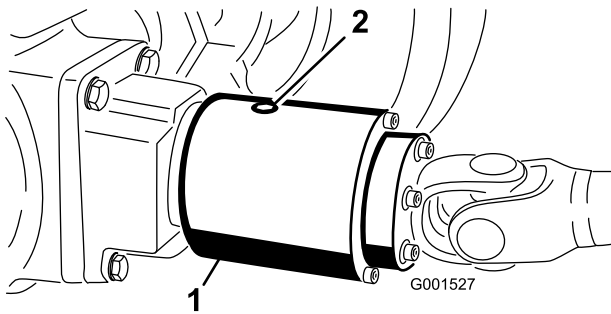

Figure 29
2. Tournez l'embrayage (Figure 29) de façon à positionner le bouchon de contrôle (représenté en position 12:00 heures) à 4:00 heures.